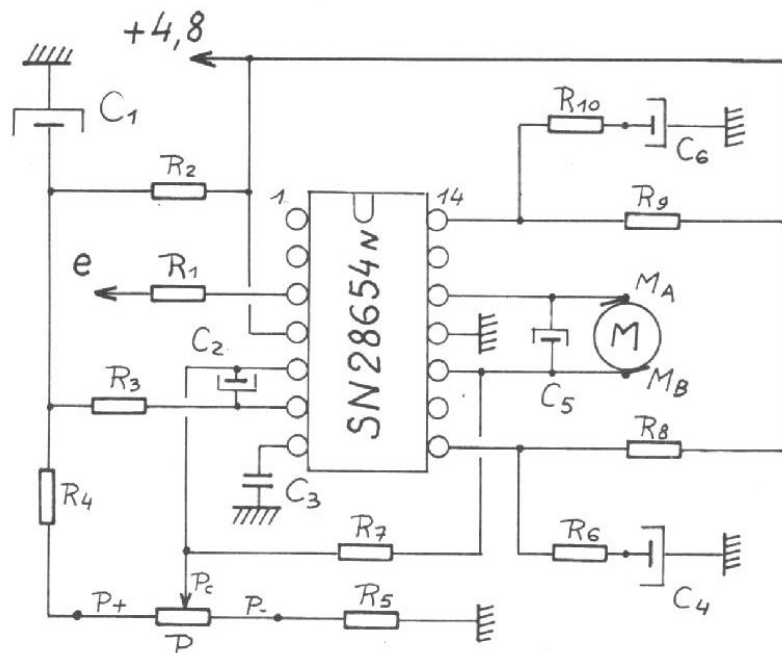

Fig. 15. - Schéma de l'ampli à SN28654N.
a) **Le schéma.** On le trouve en figure 15.